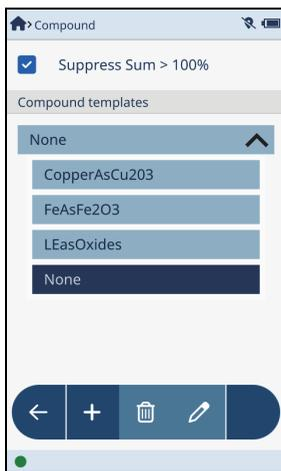

图 2-89 化合物屏幕
2. 点击屏幕上**Compound Templates**（化合物模板）区域的**None**（无）栏区的向下按钮，以显示现有模板的列表（参见第100页的图 2-89）。